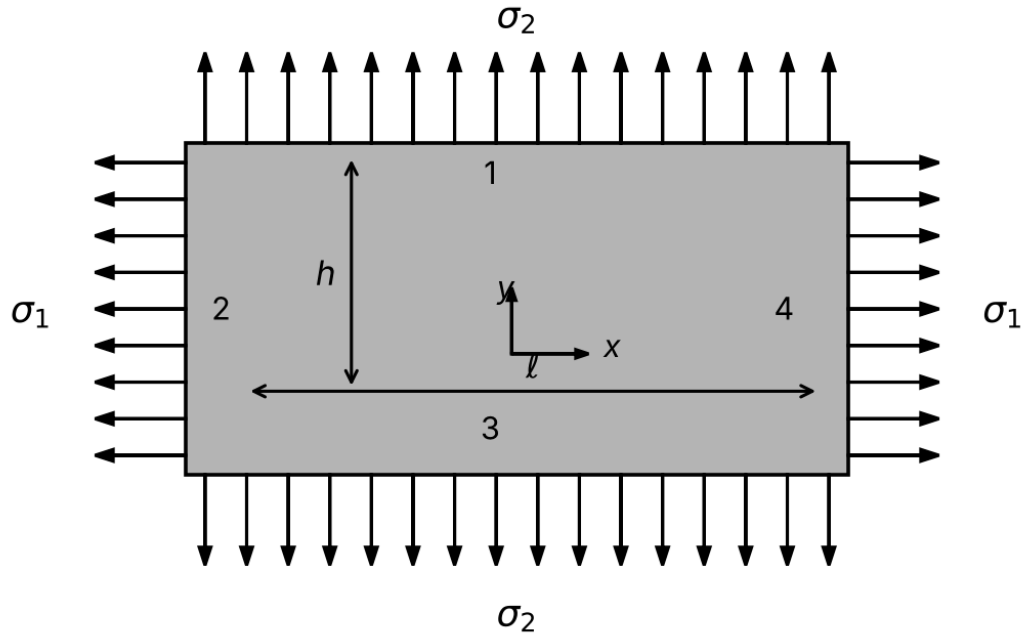

FIGURE 4 – Exercice 11
Une plaque rectangulaire, de dimensions $\ell \times h$, est soumise à deux contraintes, σ_1 et σ_2 , uniformément réparties sur ses bords comme indiqué sur la Fig. 4. Les côtés avant et arrière de la plaque sont libres de toute contrainte. Le matériau constitutif de la plaque est isotrope et a un comportement élastique linéaire dont les paramètres sont le module de Young (E) et le coefficient de Poisson (ν). Les contraintes de cisaillement sur les bords 1, 2, 3 et 4 sont nulles.